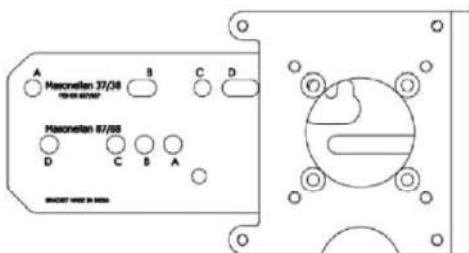

Рис. 15. Монтажный кронштейн для двустороннего клапана
2. Присоединить поворотный монтажный кронштейн позиционера SVI II AP к приводу клапана с помощью двух (2) винтов с головкой 5/16-18 UNC. Место установки кронштейна зависит от размера и хода привода. См. Рис. 15 и Табл. 4 на стр. 33.
11. Отрегулировать положение стяжной муфты таким образом, чтобы рычаг позиционера SVI II AP был совмещен с центровочным отверстием в кронштейне. Затянуть обе стопорные гайки стяжной муфты. См. Рис. 15.